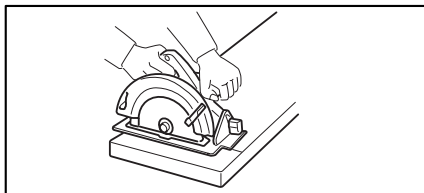

Рис. 1
15. **Устанавливайте более широкую часть основания пилы на ту часть обрабатываемой детали, которая имеет хорошую опору, а не на ту часть, которая упадет после завершения пиления.** В качестве примера, на рис. 1 показан ПРАВИЛЬНЫЙ способ отпиливания конца доски, а на рис. 2 – НЕПРАВИЛЬНЫЙ способ. Если обрабатываемая деталь короткая или маленькая, прижмите ее. **НЕ ПЫТАЙТЕСЬ УДЕРЖИВАТЬ КОРОТКИЕ ДЕТАЛИ РУКОЙ!** (Рис. 2)